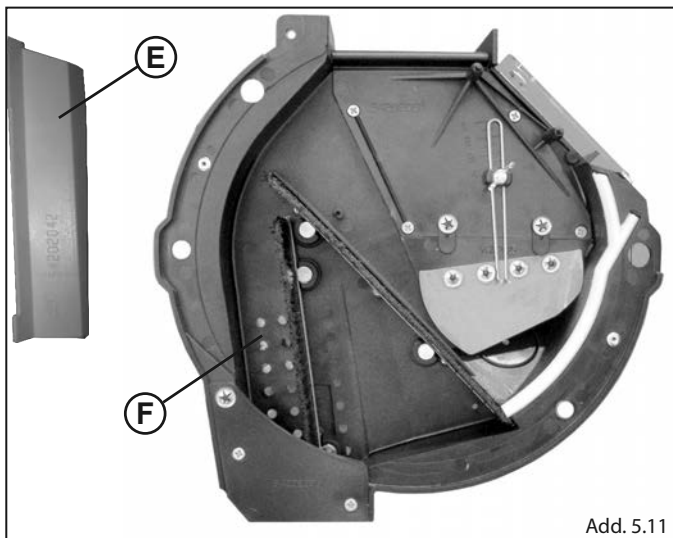

Abb. 5.11
- Den Auswerfer **E** an der Stelle **F** der Abdeckung montieren und ACHT geben, die Bürste dabei NICHT zu beschädigen (Abb.5.11).